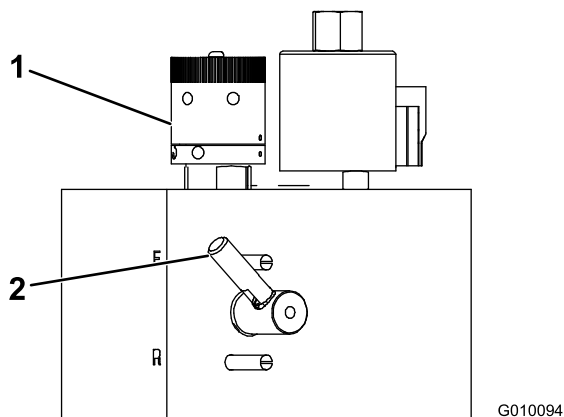

図 33
2. バックラップ・ノブが前転（F）にセットされていることを確認する（図 33）。
3. リール速度コントロールノブ（図 33）を、ステップ（1）で決めた番号にセットする。